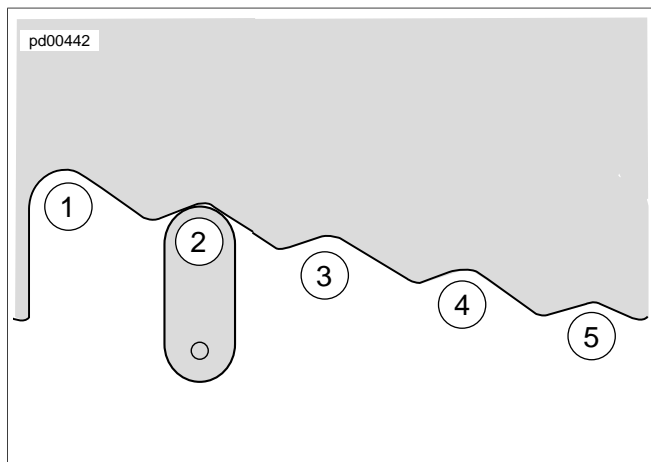

Abbildung 21. Nockenpositionen für Stoßdämpfervorspannung (typisch)
- **Stoßdämpfer mit fünf Vorspannpositionen:** Siehe Abbildung 21. Die Vorspannungsnocke nicht über Position fünf (5) zu Position eins (1) oder von Position eins (1) zu Position fünf (5) hinaus drehen.
- **Stoßdämpfer mit drei Vorspannpositionen:** Die Vorspannungsnocke nicht über Position drei zu Position eins oder von Position eins (1) zu Position drei hinaus drehen.
**Siehe Abbildung 21.